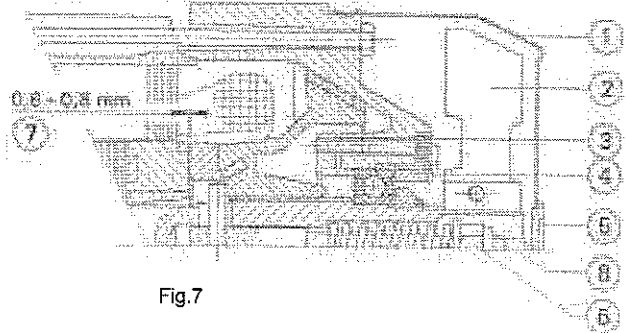

Fig.7
8.2 ADJUSTING THE MOTOR BRAKE (Fig. 7)